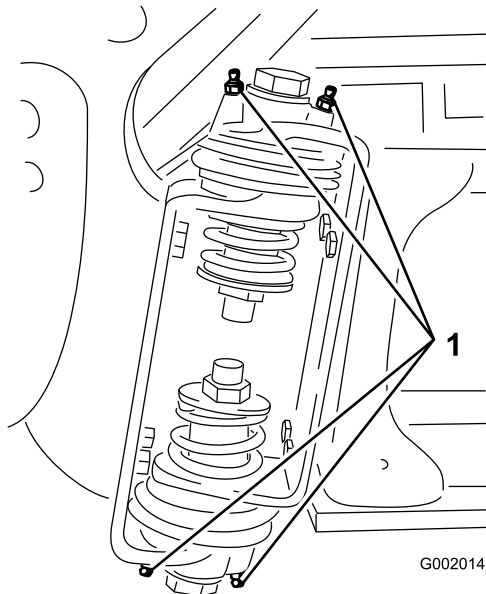

Figure 102
2. Injectez la graisse dans le roulement ou la bague au niveau de chaque graisseur (Figure 102).